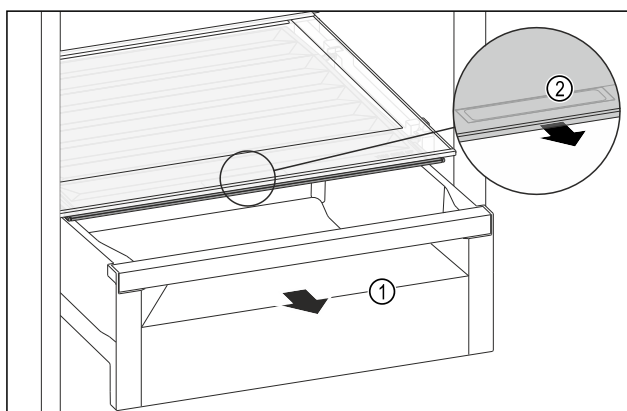

Fig. 212
- ▶ Izvucite ladicu Fig. 212 (1).
- ▶ Primite ručku Fig. 212 (2) na poklopcu pretinca i istodobno povucite poklopac pretinca prema naprijed.